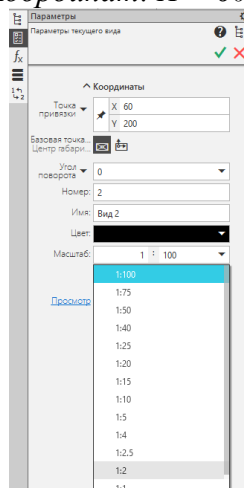

Рисунок 7.7 Выбор масштаба
4. *Измените положение начала координат: $X = 60$, $Y = 200$ (см. рис. 7.7)*